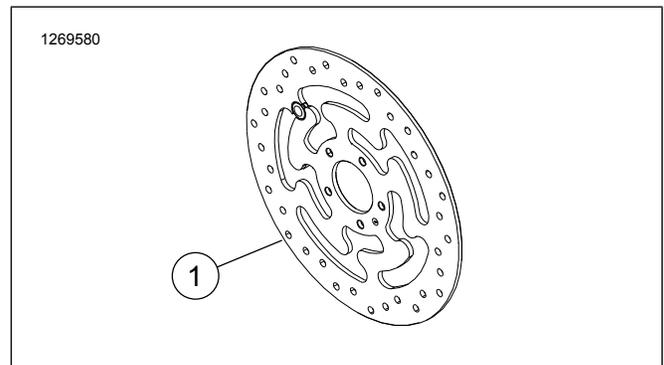

Figure 1. Disque de frein avant
- Vis de disque de frein. Consultez Figure 1 et Tableau 1 .